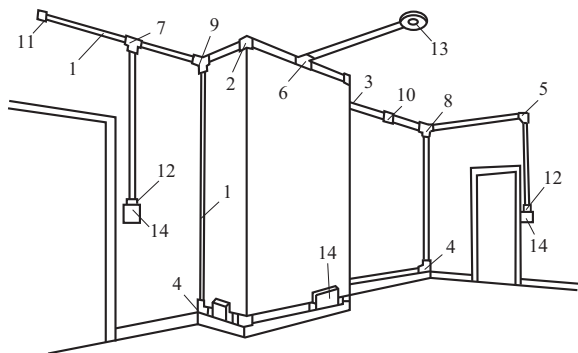

图 2-37 塑料线槽明配线示意图
(1) 线槽及附件连接处应无缝隙，严密平整，紧贴建筑物固定点最大间距一般为800mm。
(2) 槽底和槽盖直线对接要求是，槽底固定点间距应不小于500mm，盖板固定点间距应不小于300mm，盖板离终端点30mm及底板离终端点50mm处均应固定。槽底对接缝与槽盖对接缝应错开，且不小于100mm。
(3) 线槽分支接头, 线槽附件如三通、转角、插口、接头、盒、箱应采用相同材质的定型产品。槽底、槽盖与各种附件相对接时, 接缝处应严实平整, 固定牢固。塑料线槽明配线如图 2-37 所示。